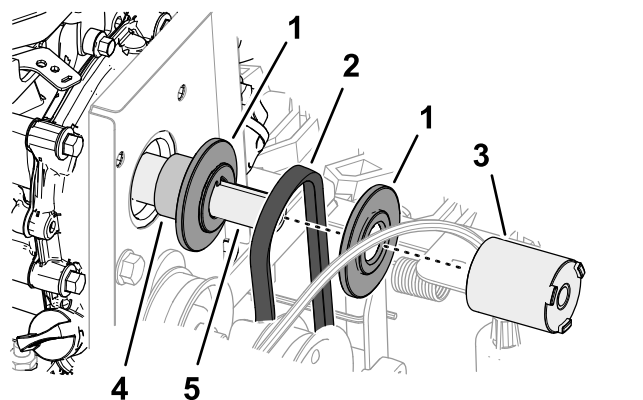

Figura 50
2. Nella parte superiore della macchina, allineate la cinghia di trazione nella scanalatura della puleggia di trazione e fate scorrere la cinghia di trazione sull'albero motore (Figura 50).